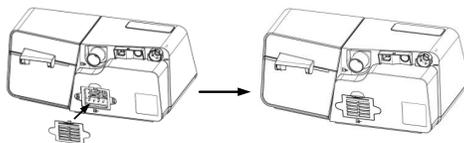

Fig. 18-5
- (2) Instale a tampa do filtro que contém o filtro de ar no dispositivo, conforme mostrado na Fig. 18-5.